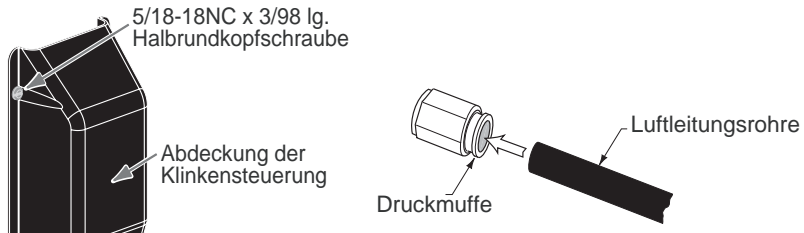

Abb. 17
- E) Klinkenabdeckungen mit 5/16" -18NC x 3/8" lg. Halbrundkopfschraube anbringen, Abb. 17.